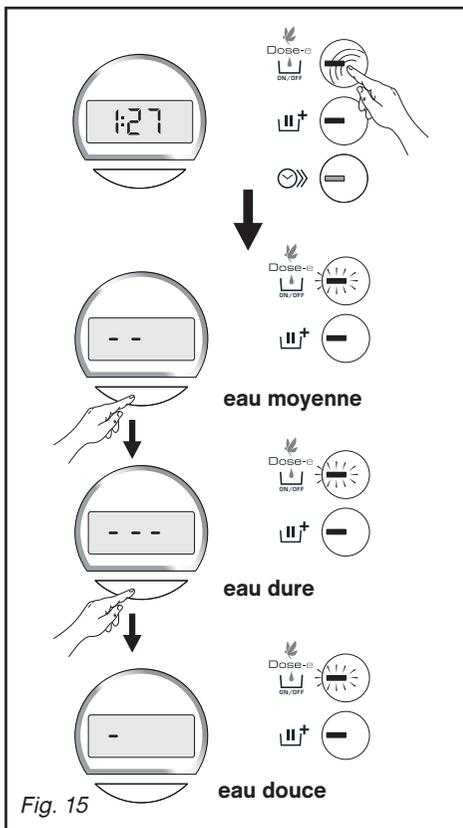

Fig. 15
#### • Réglage de la dureté de l'eau (Fig. 15)
– Faites un appui long sur la touche "Dose" (Fig. 15).